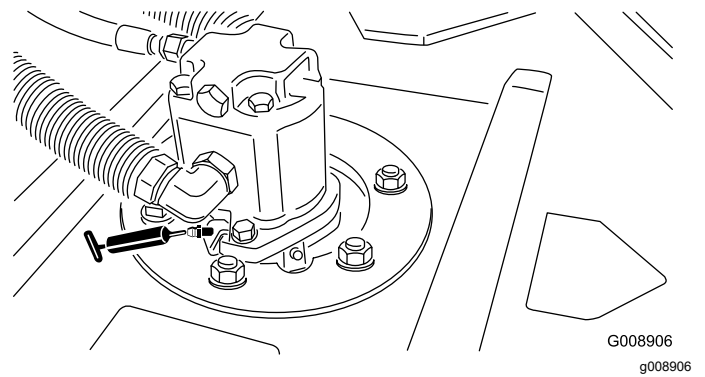

Figura 43
- Cojinetes de los ejes de las unidades de corte (2 por unidad de corte) (Figura 43)